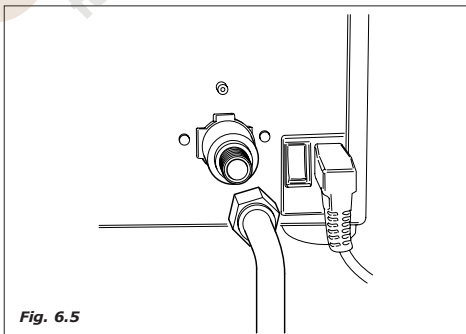

Fig. 6.5
- la conexión prevista es de 3/8 macho (Fig.6.5).